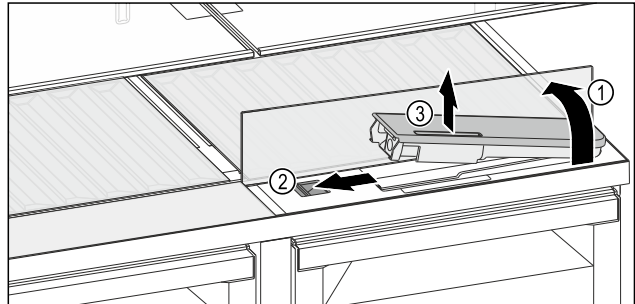

Fig. 134
- Soulever la tablette et la rabattre vers l'arrière jusqu'à la butée Fig. 134 (1).
- Pousser le curseur Fig. 134 (2) vers la gauche.
- Sortir le filtre à eau Fig. 134 (3).